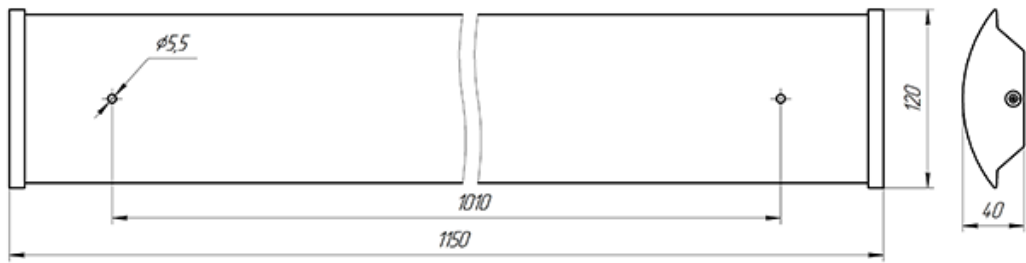

Рисунок 1. Габаритный чертеж Ecomex Office 1200 EM
6.2.1. Для установки светильника необходимо отсоединить торцевую крышку и аккуратно снять рассеиватель. Надежно закрепить на ровной поверхности корпус светильника при помощи креплений (не входят в комплект поставки), габариты для монтажа см. рисунок 1.